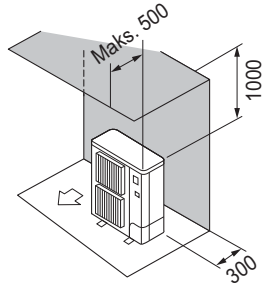

Fig. 3-6
- ② Yalnızca arkadaki ve üstteki engeller (Fig. 3-6)